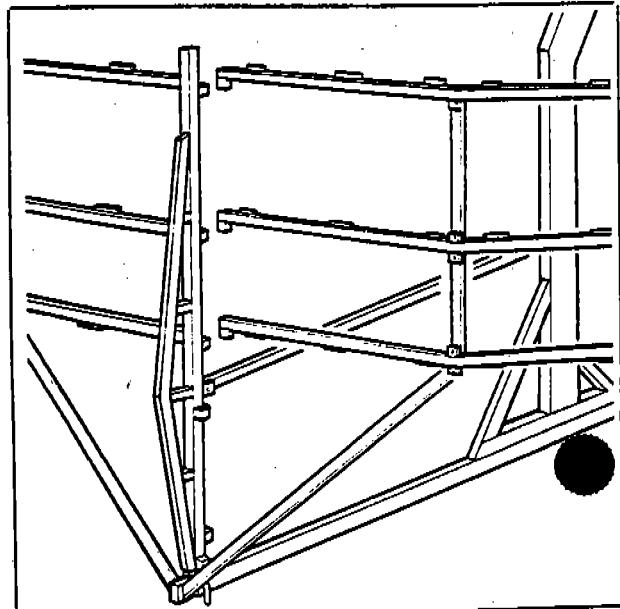

Fig. 33
- Assemble all horizontal bars (Fig. 33, 1) and transversal tension rods (Fig. 33, 2) matching the marks, secure them and all with pins and safety clips.
- Montare tutti i traversi/tiranti diagonali (Fig. 33) rispettando le sigle riportate su supporto e traversi/tiranti diagonali e fissarli con spine e copiglie.